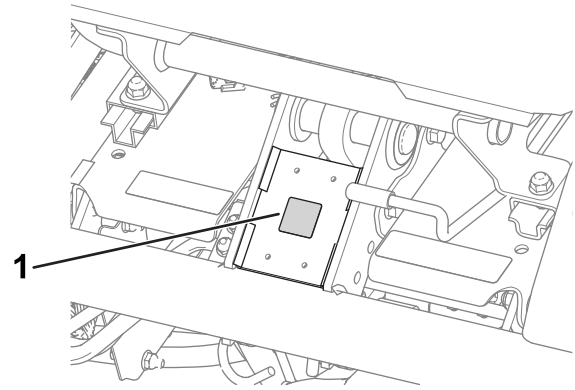

図 9
- CE マークステッカーを、運転席前下のフレーム部分に貼りつける 図 9。